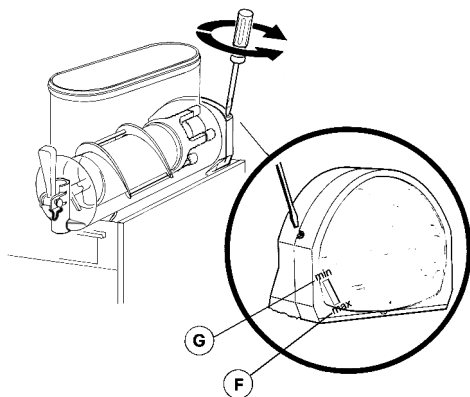

Bild 3
- 1 Einstellung der Konsistenz:** Die optimale Konsistenz der Granita wurde werkseitig eingestellt. Soll diese Konsistenz geändert werden, mit einem Schraubenzieher die dafür an jeder der Rückwände des Dispensers vorgesehene Stellschraube wie folgt drehen (Bild 3):